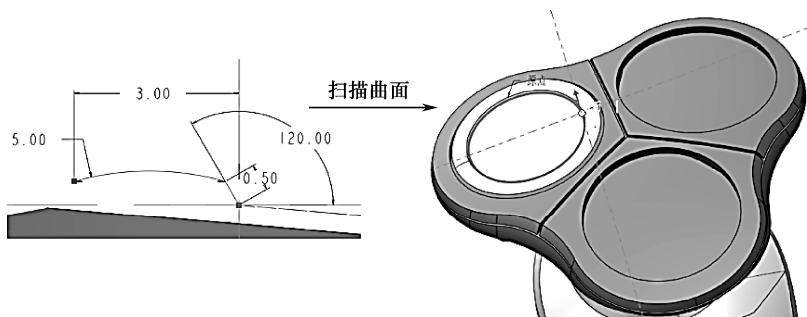

图 7-169 “扫描 2”曲面
(5) 单击【模型】→【形状】模块的 ，选择分步骤 14 所得圆形曲面的轮廓曲线为扫描轨迹，绘制如图 7-169 所示的草绘曲线，完成扫描截面线绘制，单击【确定】，生成“扫描 2”曲面，如图 7-169 所示。